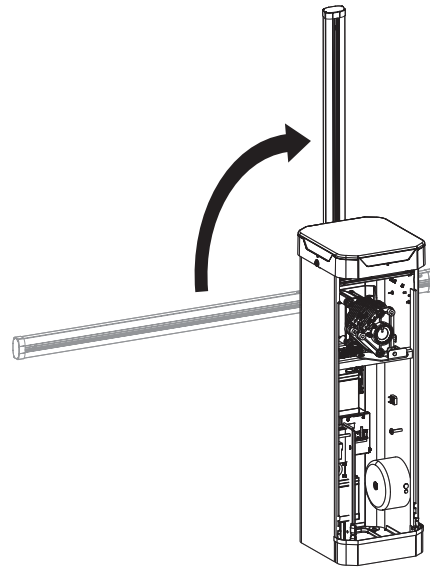

Figura 7
9. Afloje el soporte del brazo en el eje de salida del operador. Coloque el brazo en posición vertical y vuelva a apretar el soporte del brazo. Consulte la Figura 7.